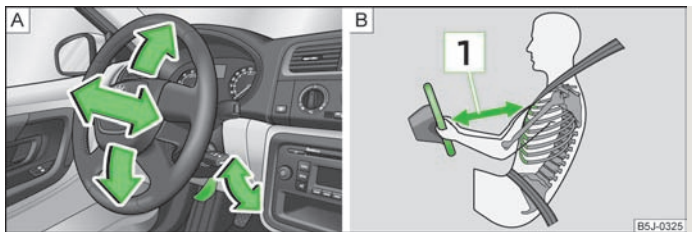

Fig. 78 Volante ajustável: Alavanca por baixo da coluna de direcção / distância segura ao volante
- Desloque para baixo a alavanca situada sob o volante » Fig. 78 - A.